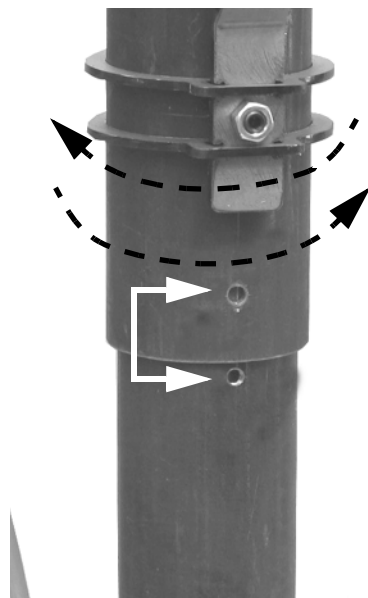
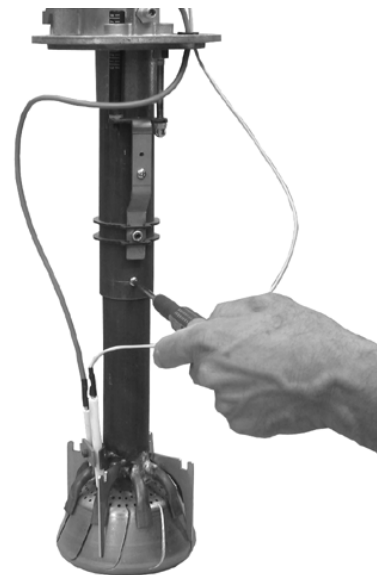

Fig. 14
Fig. 15
- 2 Senken Sie das Ende des Brennerkopfes ab, indem Sie es leicht hin- und herdrehen, bis die Bohrungen übereinstimmen (Fig. 14) und befestigen Sie die auf Fig. 15 gezeigte Schraube.